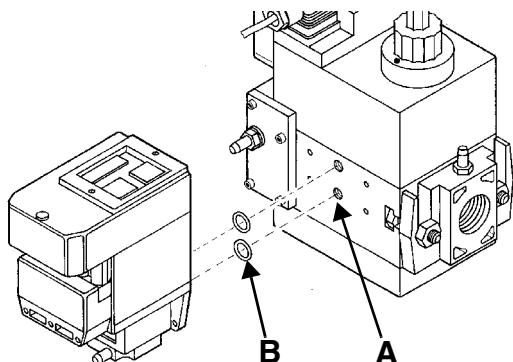
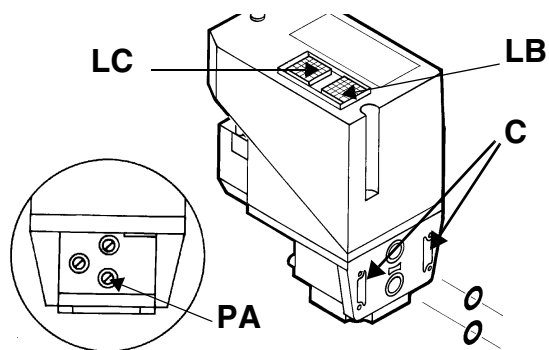

Рис. 14
Рис. 15
- 2). снять крепежные винты группы Multibloc (Рис. 14-А)
- 3). вставить уплотнительные кольца (10,5x2,25) в VPS 504 (Рис. 15-В, Рис. 14-В)
- 4). закрутить 4 винта блока контроля герметичности (M4x16) Рис. 14-С.
Для проверки работы, подсоединить манометр к штуцеру для отбора давления **PA** (Рис. 15). Если проверка завершилась положительно, через несколько секунд загорится жёлтая лампочка **LC**. В противном случае загорится красная лампочка блокировки **LB**. Чтобы перезапустить горелку, необходимо разблокировать блок управления нажатием на светящуюся кнопку **LB**.